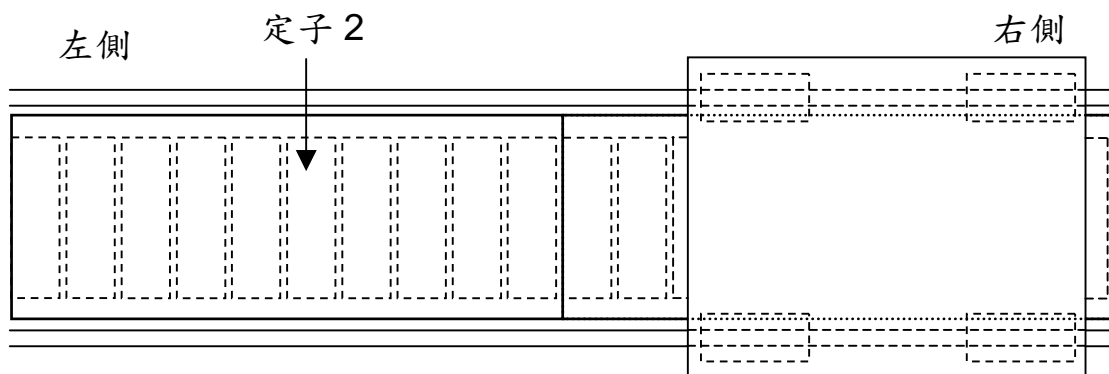

Figure 3. 安裝定子 2 在左側
- (4)如步驟(3)，將動子移動到右側後，再安裝定子 2(figure 3)。
- (5)根據設計安裝光學尺。
- (6)移動動子，確定電纜線在馬達移動時不會干涉到任何物件(建議使用鏈條) 並注意電纜線有足夠的彎曲半徑，避免降低電纜線壽命。
- (7)安裝防塵護套或是蓋板，尤其是使用在有鐵屑的環境。
- (8)完成安裝後，請將附件中的馬達規格標籤貼在可以容易看到的地方。